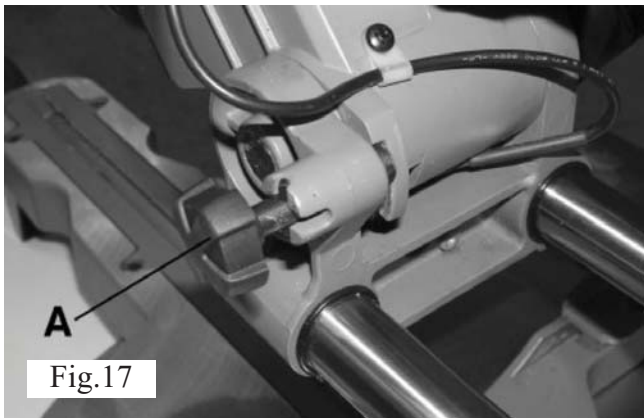

Fig. 17
1. Dra ut och vrid såghuvudets spärr (A) fig. 17 och lyft såghuvudet maximalt.
**WARNING!** Se till att geringslåset (A) är åtdraget innan du gör snittet. Om geringshandtaget inte är ordentligt låst kan bordet röra sig under kapning, vilket i värsta fall kan leda till allvarliga personskador.